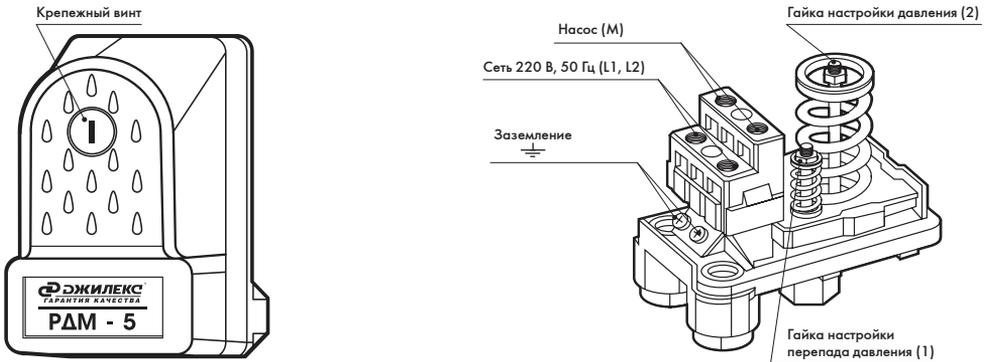

Рисунок 6
- отвинтив крепежный пластмассовый винт (рисунок 6), снять крышку реле.